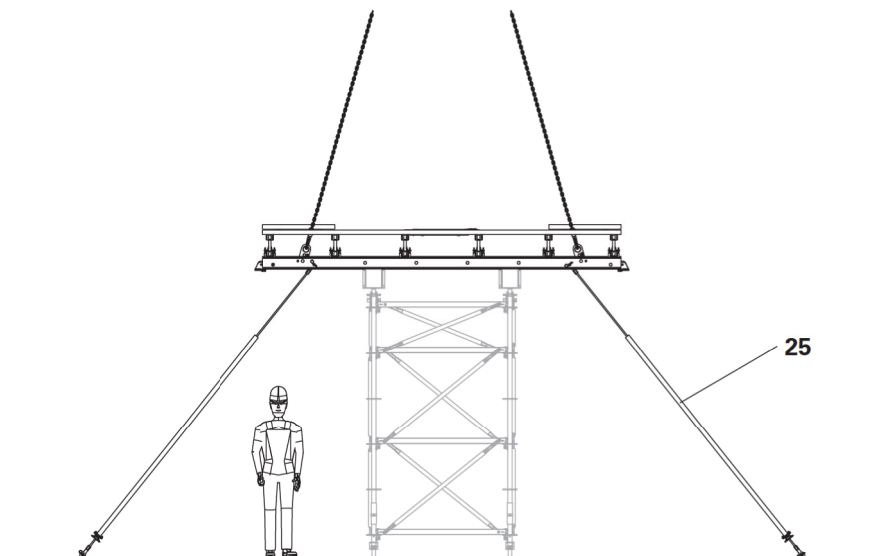

Fig. C4.03
1. Fissare con perni i puntoni verticali (25) ai correnti piattaforma della piattaforma di ripresa. Vedere "Montare la sospensione" a pagina 51. (Fig. C4.03)